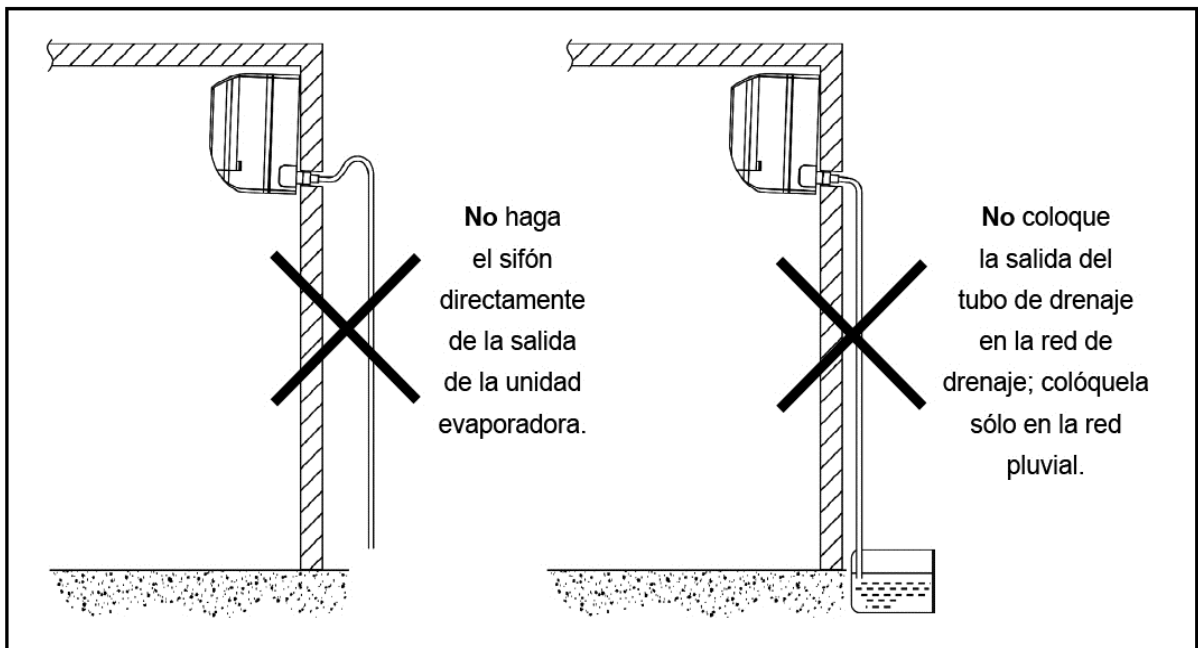

Imagen 9 – Situaciones de drenaje ineficaz
**De esta forma, evite situaciones como las que se indican en la Imagen 9.**